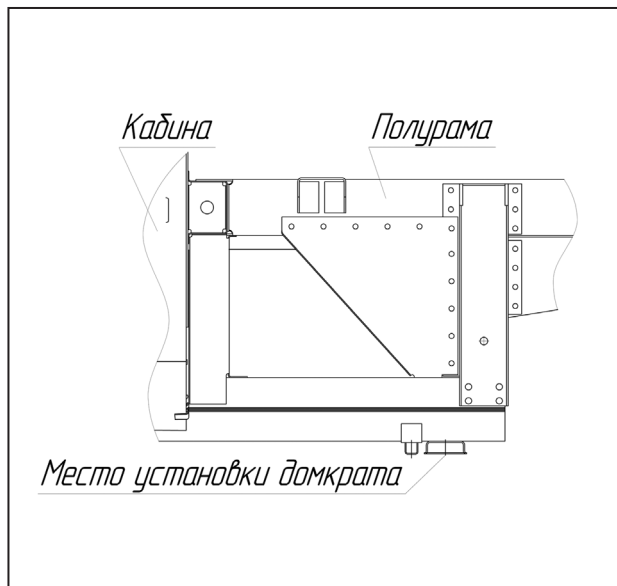

Рис. 1 Место установки домкрата
- для снятия переднего колеса, установите домкрат под штатный кронштейн для домкрата. Для снятия заднего колеса подставьте домкрат под опору расположенную ближе к задней оси (рис. 1). Вращайте рукоятку домкрата до тех пор, пока колесо не окажется приподнятым на не-сколько сантиметров над опорной поверхностью;